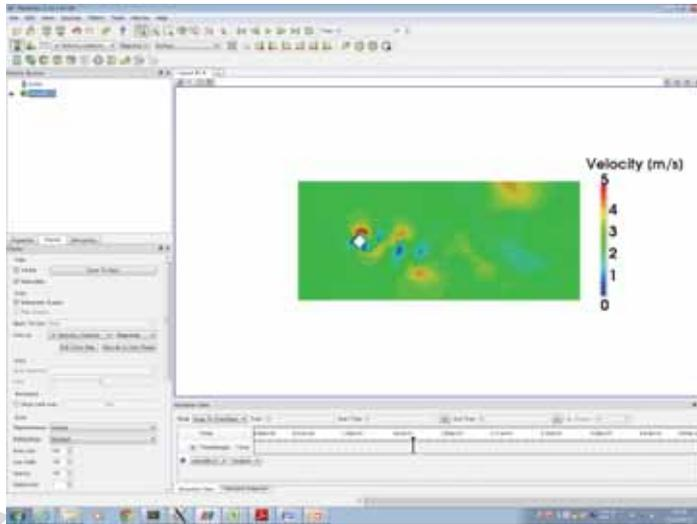

図1
- ①任意の時間ステップにおける、速度分布図を作成する
- ②レンジや、凡例のフォーマットを整える→図1